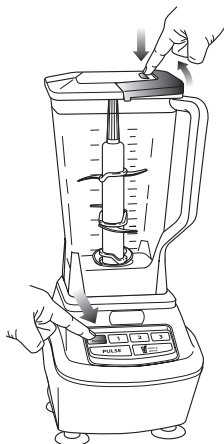
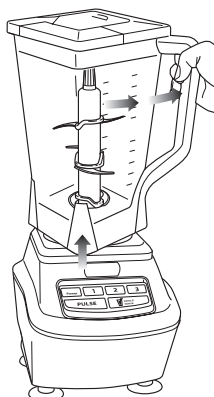

Fig. 7
Fig. 8
- 9 Lorsque vous avez obtenu la consistance désirée, éteignez l'appareil en enfonceant le bouton de mise en marche (⏻) et attendez que l'accessoire cesse de tourner. (Fig. 7)
- 10 Pour retirer le couvercle, tirez sur la poignée du couvercle à un angle de 90° et soulevez celui-ci. Tournez le pichet dans le sens des aiguilles d'une montre et soulevez-le pour l'enlever du bloc-moteur. (Fig. 7, Fig. 8)